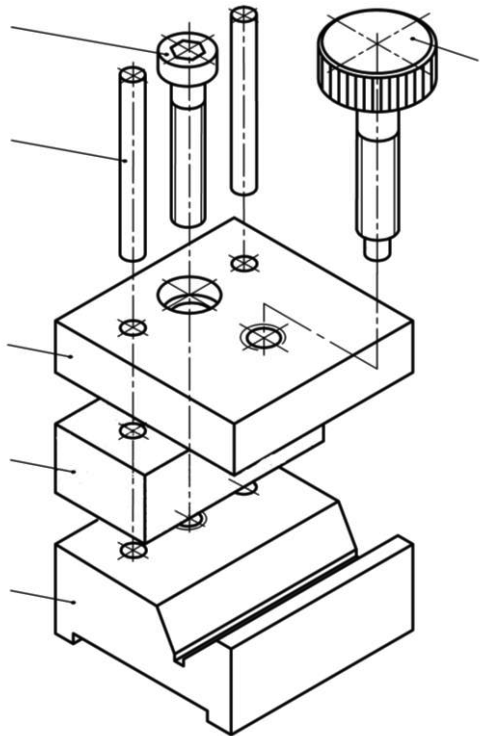

Abb. 2: Explosionszeichnung
- b) Tragen Sie in Abb. 2 die Positionsnummern ein.
Explosionszeichnung (Abb. 2): .....